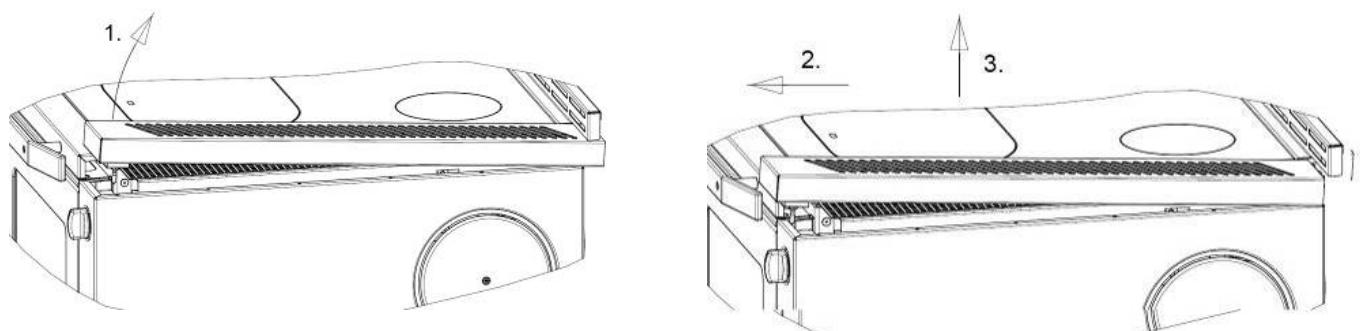

Fig 5.
1. inoxydable caillebotis en acier, de levage (Figure 5)